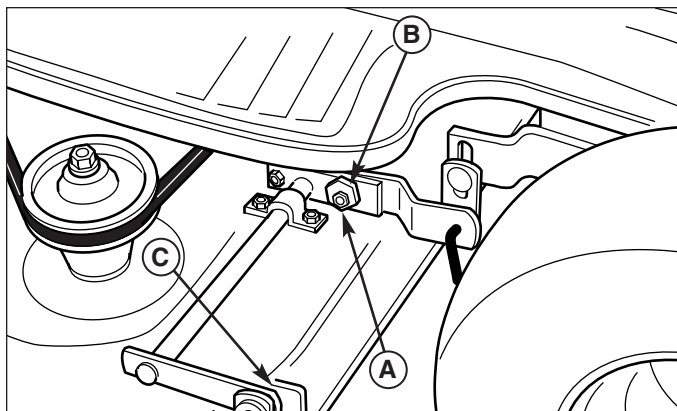

Figure 28. Réglage pour la mise à niveau latérale
5. Voir la Figure 28. Desserrez l'écrou extérieur (A). Tournez l'écrou excentrique (B) pour lever ou abaisser le côté gauche de la tondeuse. Lorsque la tondeuse est à niveau, tenez en place l'écrou excentrique pendant que vous serrez l'écrou extérieur.